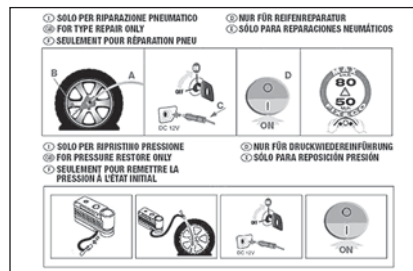

fig. 8
- pieghevole informativo (vedere **fig. 8**), utilizzato per un pronto uso corretto del kit di riparazione rapida e successivamente consegnato al personale che dovrà maneggiare il pneumatico trattato;